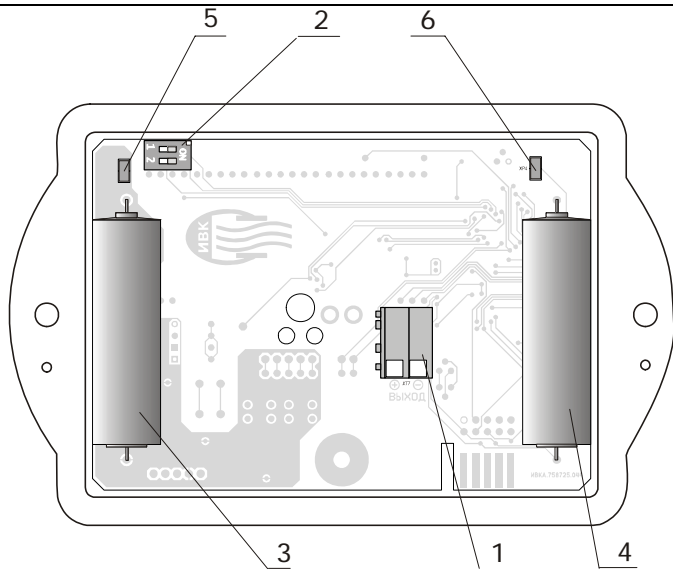
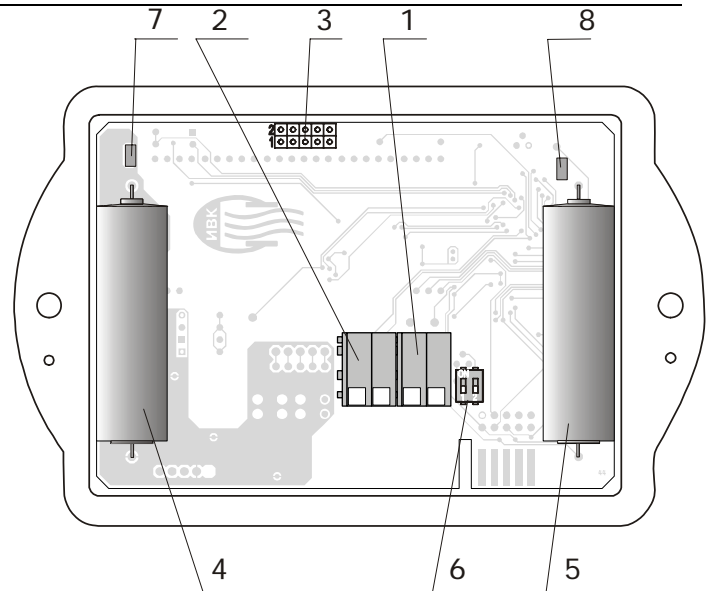
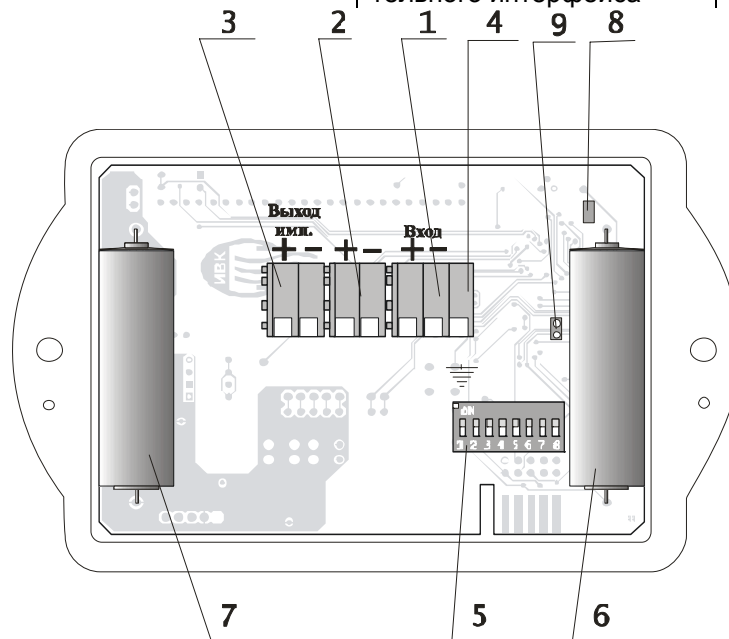

рис. 3.2
рис. 3.3
рис. 3.4
3.1.1. рис. 3.2, рис. 3.3, рис. 3.4.